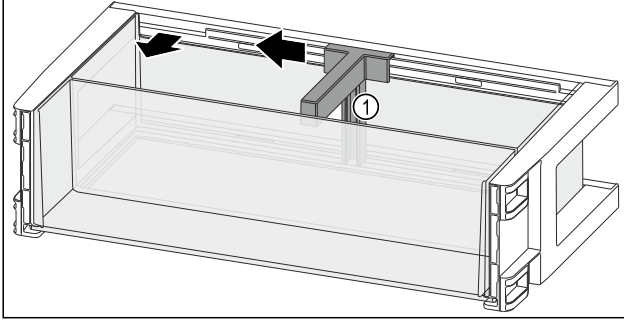

Fig. 90
- Şişe yerlerini Fig. 90 (1) çıkıntıya kadar yana itin.
- Şişe yerlerini Fig. 90 (1) çıkarın.